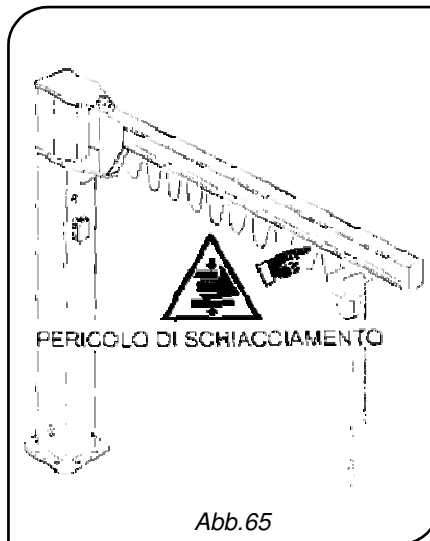

Abb. 65
- **STETS** prüfen, dass der Laufweg der Katze so weit in der Höhe liegt, dass der Bediener nicht mit dem Zug/der Katze und/oder ihren sich bewegenden Teilen kollidieren kann. Sollte dies nicht möglich sein, sind entsprechende Absperrungen oder Hinweisschilder in der Gefahrenzone aufzustellen (Abb. 65).